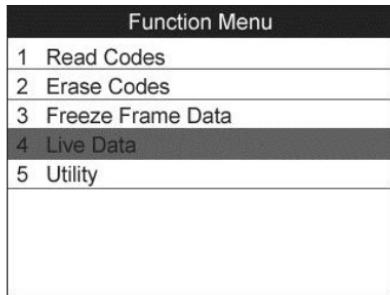

Figura 12.2
- 1) En el menú de la función (Figura 12.2), utilice el botón de desplazamiento **ARRIBA/ABAJO** para seleccionar **Leer Códigos** y pulse el botón **OK**.
- 1) En el menú de la función diagnóstico (Figura 12.2), utilice el botón de desplazamiento **ARRIBA/ABAJO** para seleccionar **Borrar Códigos** y pulse el botón **OK**.
- 1) En el menú de la función (Figura 12.2), utilice el botón de desplazamiento **ARRIBA/ABAJO** para seleccionar **Datos de Figura fija** y pulse el botón **OK**.
En el menú de la función (Figura 12.2), utilice el botón de desplazamiento **ARRIBA/ABAJO** para seleccionar **Datos en tiempo real** y pulse el botón **OK**.
En el menú de la función (Figura 12.2), utilice el botón de desplazamiento **ARRIBA/ABAJO** para seleccionar **Utilidades** y pulse el botón **OK**. El instrumento de diagnóstico mostrará el siguiente menú de funciones.